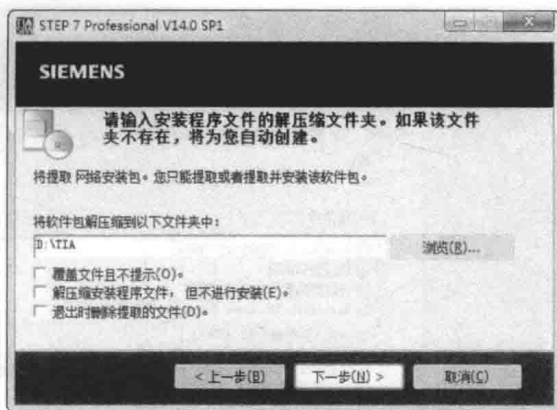
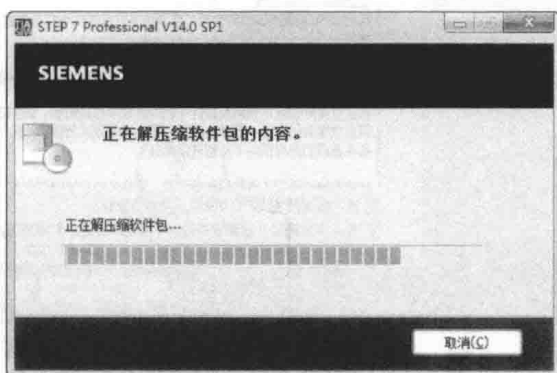

图 1-14 选择解压缩文件夹
图 1-15 解压缩过程
(3) 在如图 1-14 所示中输入安装程序文件的解压缩文件夹。图 1-15 为解压缩过程。